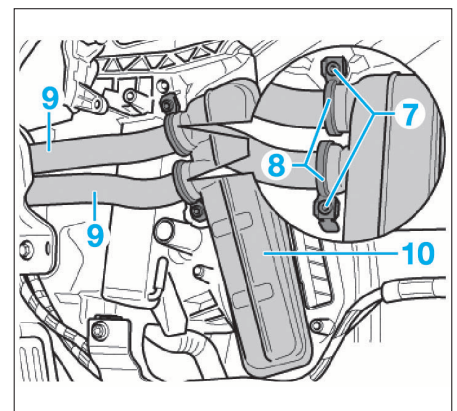

FIG. 19
- Déposer les vis (7), retirer les colliers (8) (Fig.19).
- Retirer les tuyaux (9) du radiateur de chauffage (10).
- Sortir le radiateur de chauffage (10).